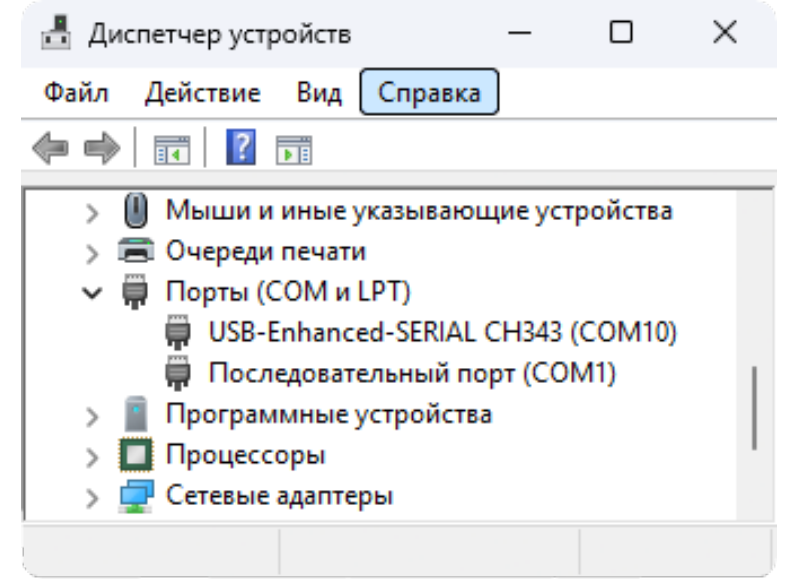

Рисунок 1 – Экранная форма «Диспетчер устройств» Windows.
3.1.2 Для работы модема через интерфейс USB на ПК используется уже имеющийся в операционной системе компьютера драйвер виртуального COM-порта, – он устанавливается автоматически при первом подключении модема и в системном окне «Диспетчер устройств» будет отображаться новый порт USB Serial Port (COMn), где в скобках указан номер порта, который используется в программе связи (например, COM10, рисунок 1).